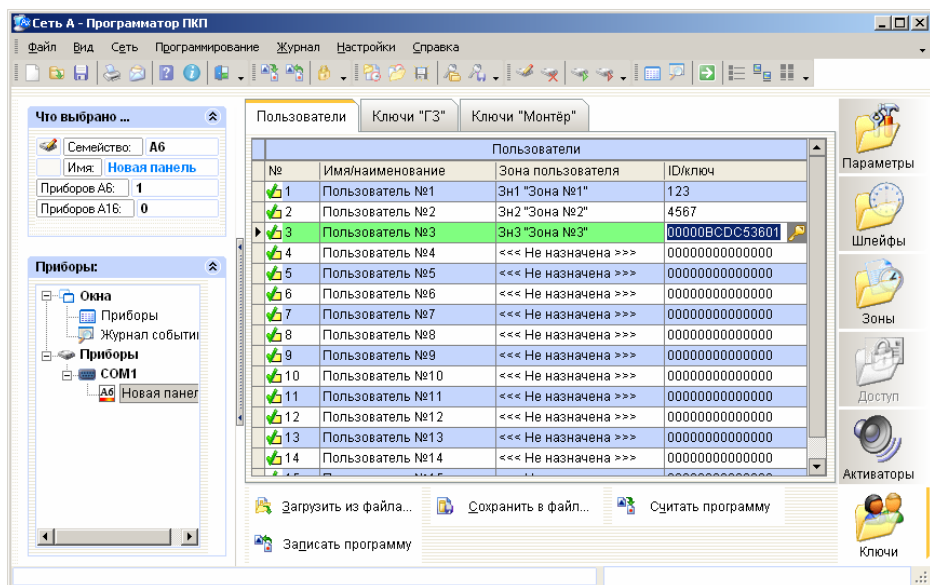

Рисунок 12
- выбрать двойным щелчком левой клавишей мыши программируемый ключ в поле «ID/ключ», при удачном считывании в ячейке должен появиться электронный код ключа в шестнадцатеричной форме (рисунок 12).